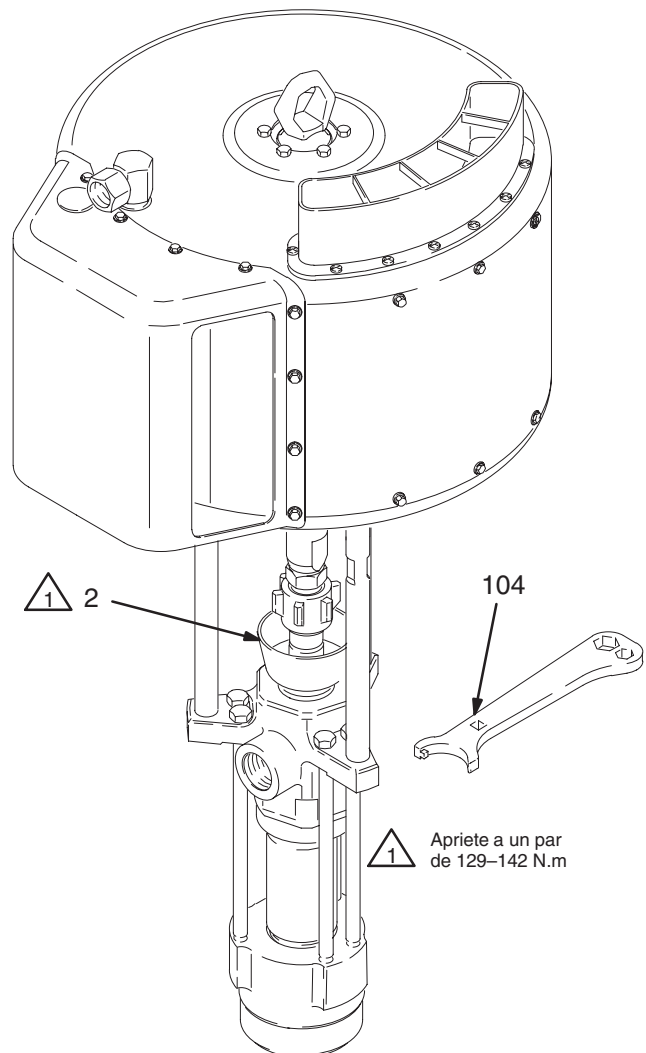

Fig. 3
Antes de comenzar, llene la tuerca de la empaquetadura (2) hasta un 1/3 de su capacidad con Líquido de Sellado (TSL) o un disolvente compatible. Vea la Fig. 3.